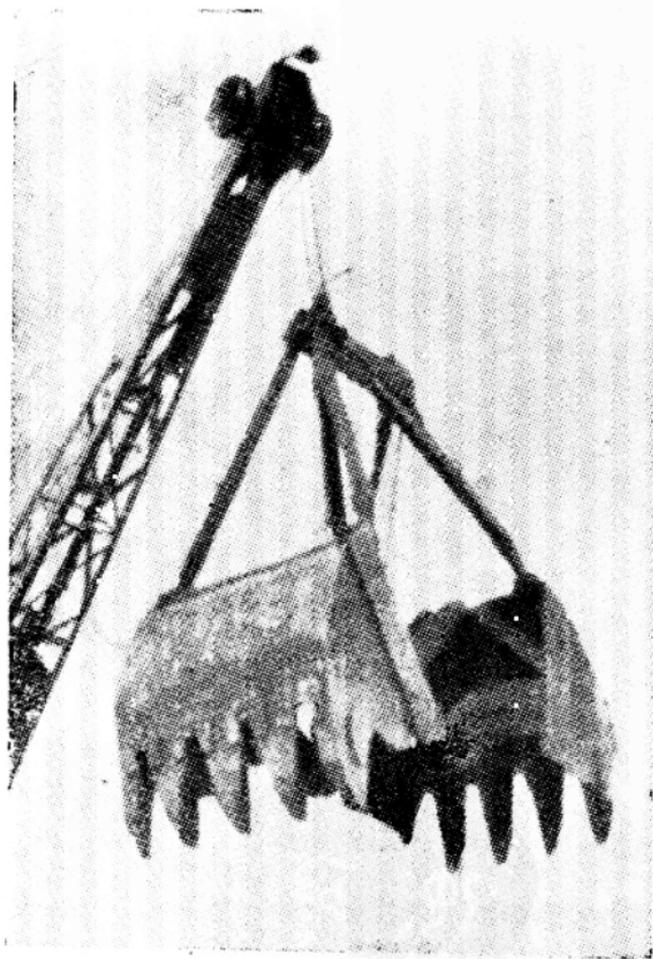
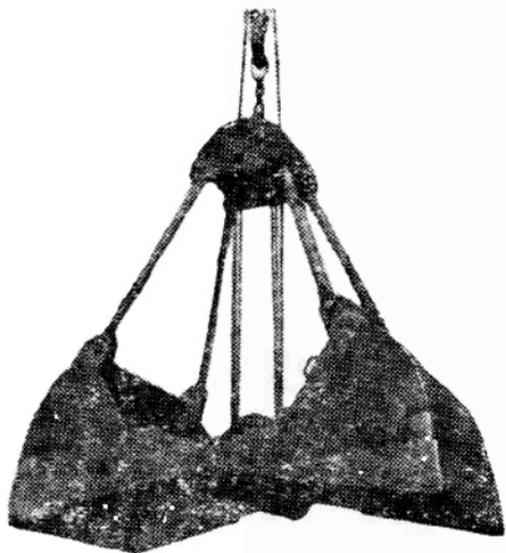

图2 齿形抓斗
图 3 活瓣抓斗
1. 散堆装貨物。除在作业量较大的貨場配备专用高效率装卸机械外，一般在作业量不大的车站，可采取起重机与各种抓斗配套使用。如图 2 所示的装卸废钢铁的齿形抓斗；图 3 所示的装卸煤、灰、